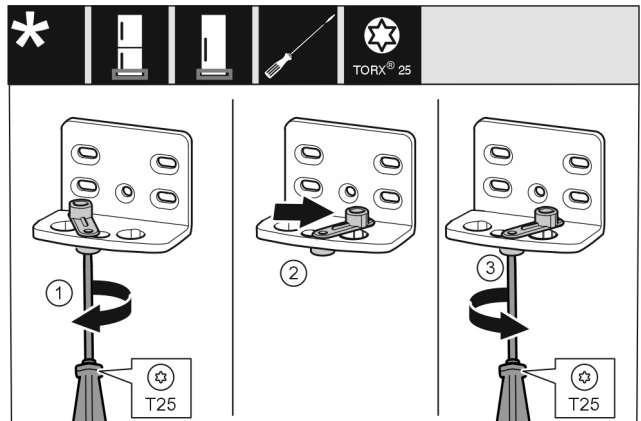

Fig. 13
- ▶ Schroef Fig. 13 (1) met een schroevendraaier losdraaien.
- ▶ Deursluit hulp Fig. 13 (2) optillen en 90° naar rechts in de boring draaien.
- ▶ Schroef Fig. 13 (3) met een schroevendraaier vastschroeven.